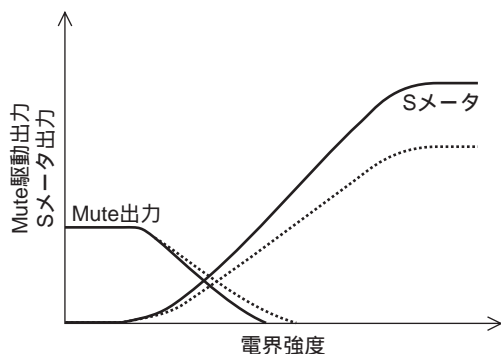

図24 R10可変時
- ・10ピン外付け抵抗値 (内部抵抗15k との並列)によるSメータ傾斜変更 (図24)。